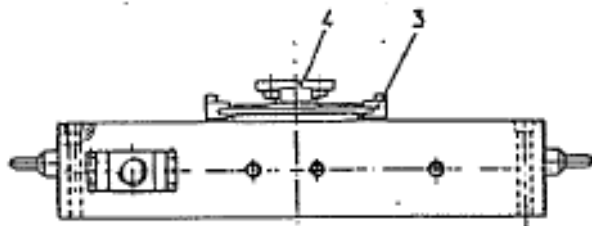

Figure 1
Les positions fin de course sont signalées par les détecteurs de proximité type PNP 24 V qui sont actionnés par la came (8). Les amortisseurs sont réglables de l'extérieur au moyen des boutons crantés (15, fig. 1).
Lorsque la quantité d'huile descend en-dessous de 15 % de la capacité du réservoir, cette situation est signalée par l'indicateur de niveau d'huile, ce qui nécessite un apport d'huile par le bouchon de remplissage (9, fig. 1) Dans ce cas, il est recommandé d'ouvrir l'un des purgeurs ( 8 ) et d'y raccorder un manomètre. On ajoutera de l'huile jusqu'au moment où apparaît une pression de 8 bar. Le trop-plein d'huile pourra s'écouler par le 2ème purgeur.
Le jeu des patins est ajustable au moyen des vis de réglage (48). Dans ce cas, dévisser les racleurs (14 et 68) Fig. 1, et ajuster les patins contre la bande en acier à ressort, en commençant par ceux disposés verticalement, par paire.
Pour le raccordement des autres modules, la tête est munie de 5 connecteurs tripolaires, type G/09-0078-00-03. Ils sont reliés par un câble spiralé au connecteur d'alimentation électrique (30 et 31, fig. 1) et servent au raccordement des autres détecteurs de proximité.